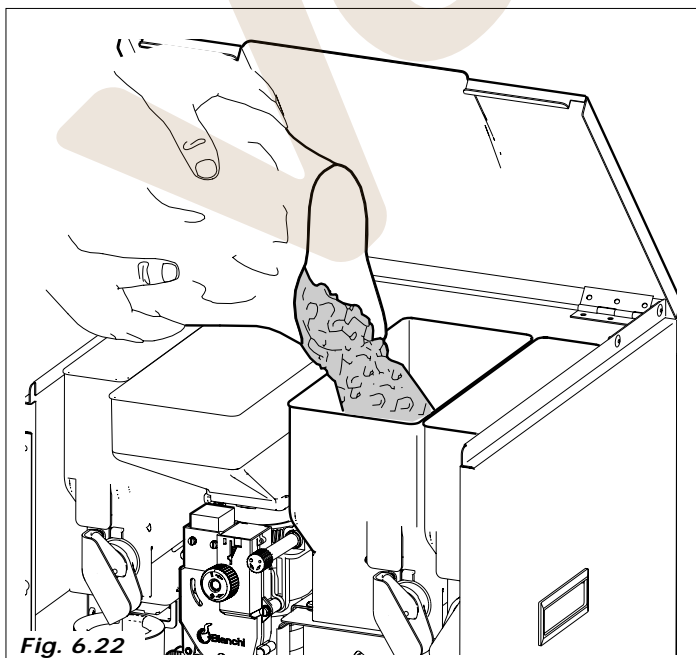
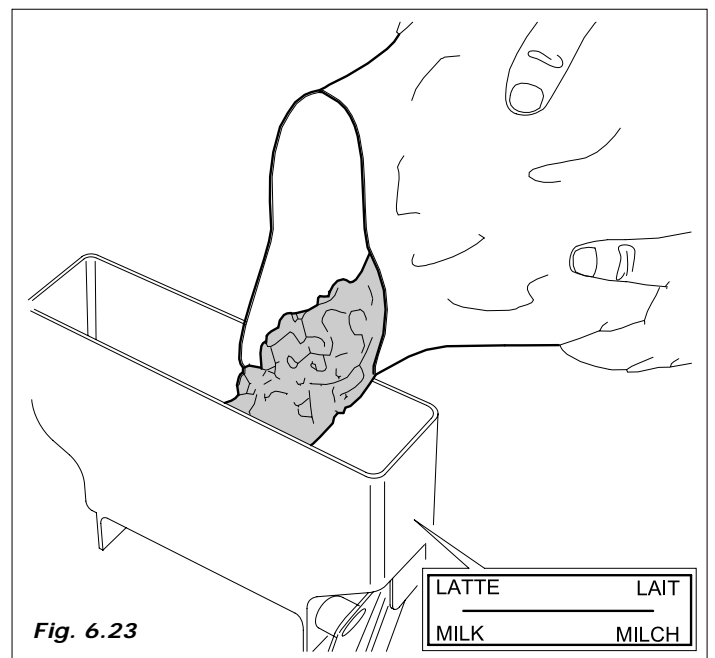

Fig. 6.22
Fig. 6.23
- Quitar la tapa de todos los contenedores y colocar el producto adecuado según muestra el rótulo (Fig. 6.22 - Fig. 6.23)